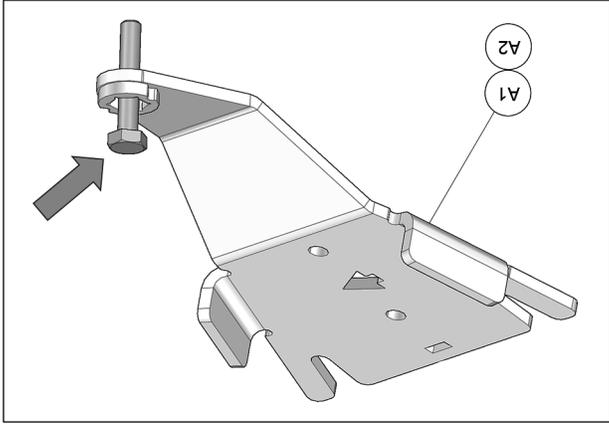

Fig. 15
4. Insérer un boulon à l'extrémité de chacun des ancrages de suspension avant (A1-A2). Fig. 15